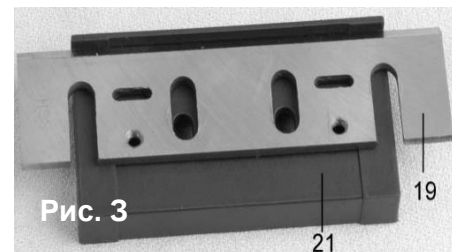

Рис. 3
удерживая фиксатор ножа (20) в этом положении, прикрепите его с помощью фиксирующих винтов. Это автоматически отрегулирует высоту. (См. рис.3)